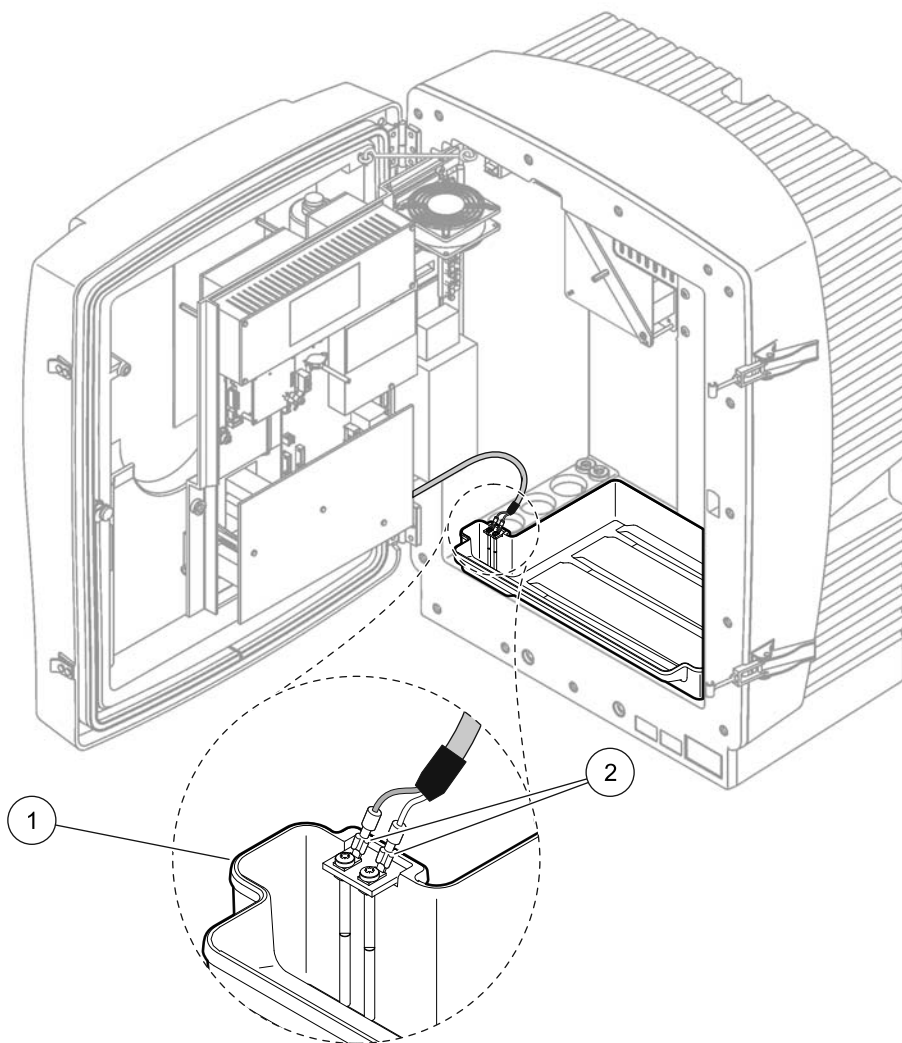

Рисунок 12 Подсоедините датчик влажности
3. Подсоедините провода датчика влажности к винтовым клеммам на сборном поддоне (Рисунок 12).